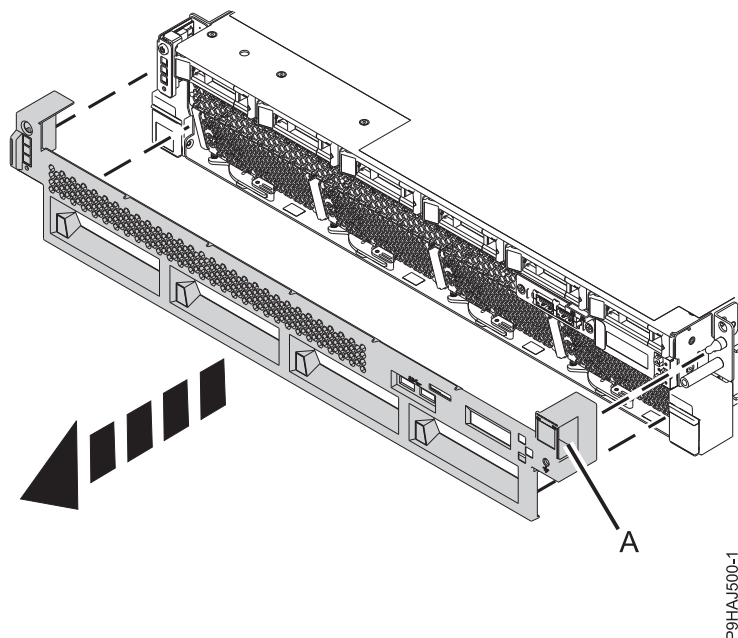

Figura 3. Scoaterea capacului frontal
2. Scoateți capacul frontal prin tragerea lui în afara sistemului. Capacul are indentări (**A**) unde puteți să-l țineți mai ușor. Consultați Figura 3 la pagina 18.